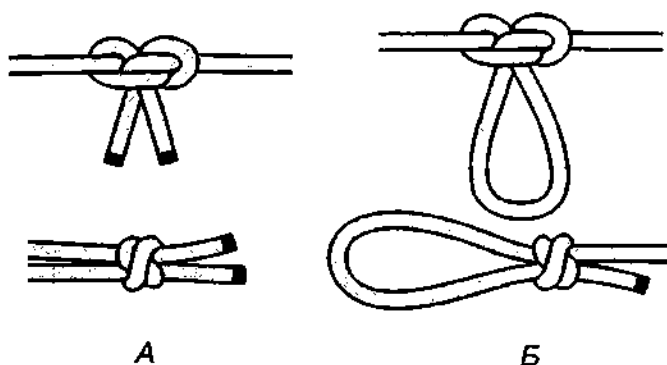
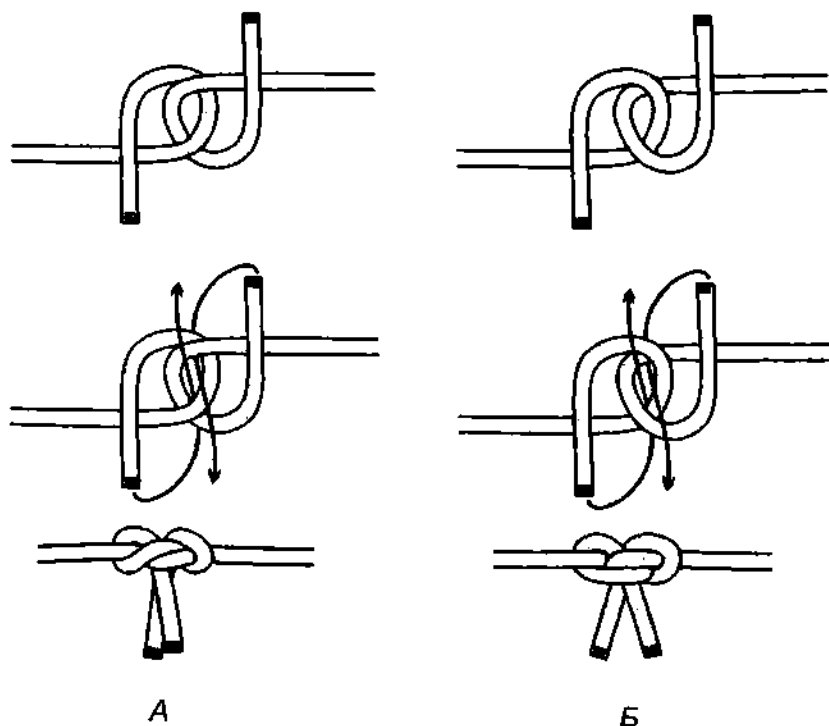

Рис. 840. А – *симметричный узел*; Б – *незатягивающаяся симметричная петля*.
Рис. 841. Завязывание: А – *скорняжного узла*; Б – *симметричного узла*.
*Симметричный узел* – это очень удачное переплетение двух *простых узлов*, создающее очень надёжный и крепкий узел, который как бы сильно не был затянут, всё равно легко и быстро может быть развязан (рис. 840). При завязывании *симметричного узла* нужно быть внимательным, чтобы случайно не получился *скорняжный узел* (рис. 841).